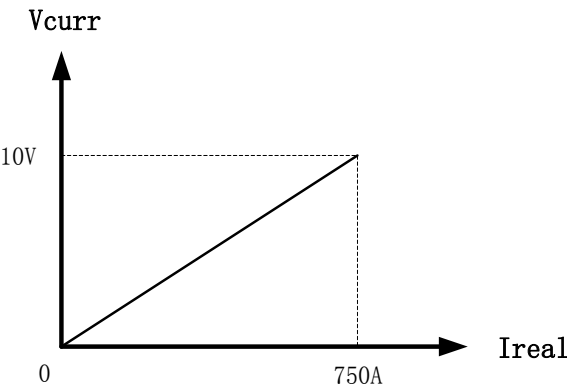

图3-45 机器人实际设定电流值与电流模拟量输出值对应关系
- 注 4：机器人实际设定电流值与电流模拟量输出值之间的对应关系如图 3-45 所示。